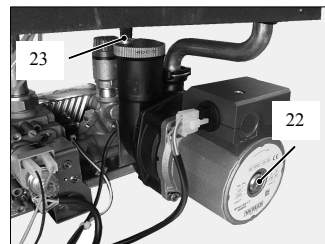

Fig. 6.2
- 3 Unscrew the cap on the automatic air purger valve 23 (Fig. 6.2) one full turn and leave open permanently.
- 6 Purge the air from the pump by unscrewing the pump plug 22 (Fig. 6.2); release the pump by turning the rotor in the direction indicated by the arrow on the information plate.
- 3 Поверните на один полный поворот крышку автоматического предохранительного клапана сброса давления 23 (Fig. 6.2)
- 6 Вывинтите пробку насоса и выпустите воздух 22 (Fig. 6.2); 22 (Fig. 6.2);